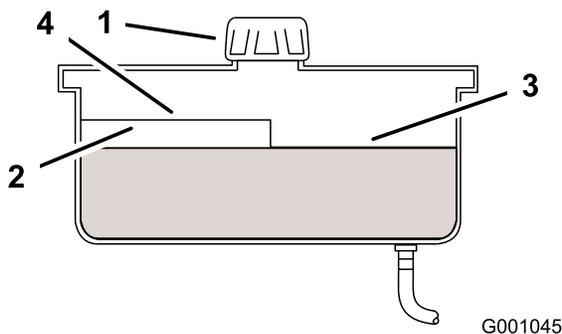

Figura 75
2. Limpe a zona em redor do tubo de enchimento do depósito hidráulico (Figura 75).
3. Retire a tampa do tubo de enchimento. Observe o interior para verificar se existe fluido no reservatório. (Figura 75).
Nota: O nível do fluido deve encontrar-se no cimo do nível quente do abafador, quando o fluido está quente (Figura 75).